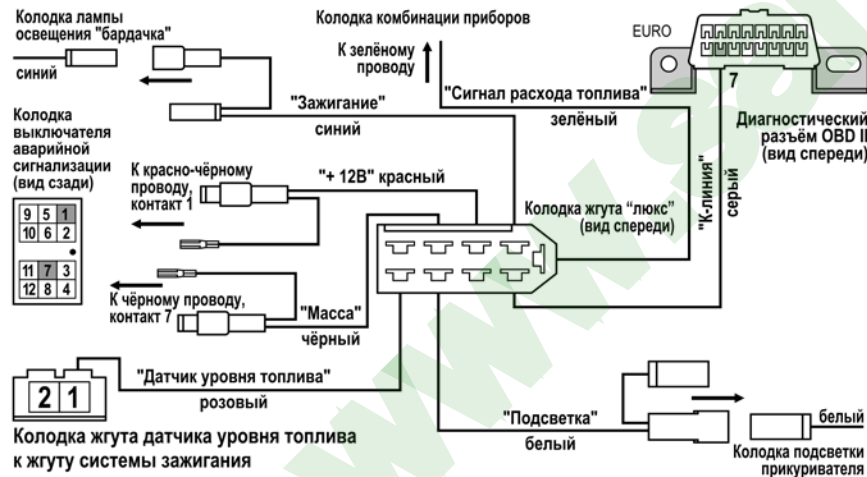

Рис. 5 Схема подключения (панель "ЛЮКС")
6.10 Вставьте соответствующий контакт переходника диагностической линии (серый провод К-линии), он входит в комплект, в колодку жгута "люкс" согласно схеме подключения (см. Рис.5).
6.11 Протяните серый провод К-линии из жгута "люкс" до диагностической колодки (поз. 7, Рис.3), (находится под рулевой колонкой с правой стороны) и подключите его к диагностической колодке согласно схеме подключения (см. Рис.5).